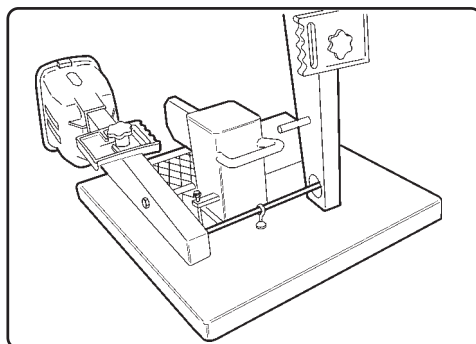

Fig. 13
- Inserire il bilanciante nella sede della seconda leva di comando, (Fig.13) e inserire il prigioniero della leva nell'apposito foro sul telaio e fissarla con dado autobloccante.